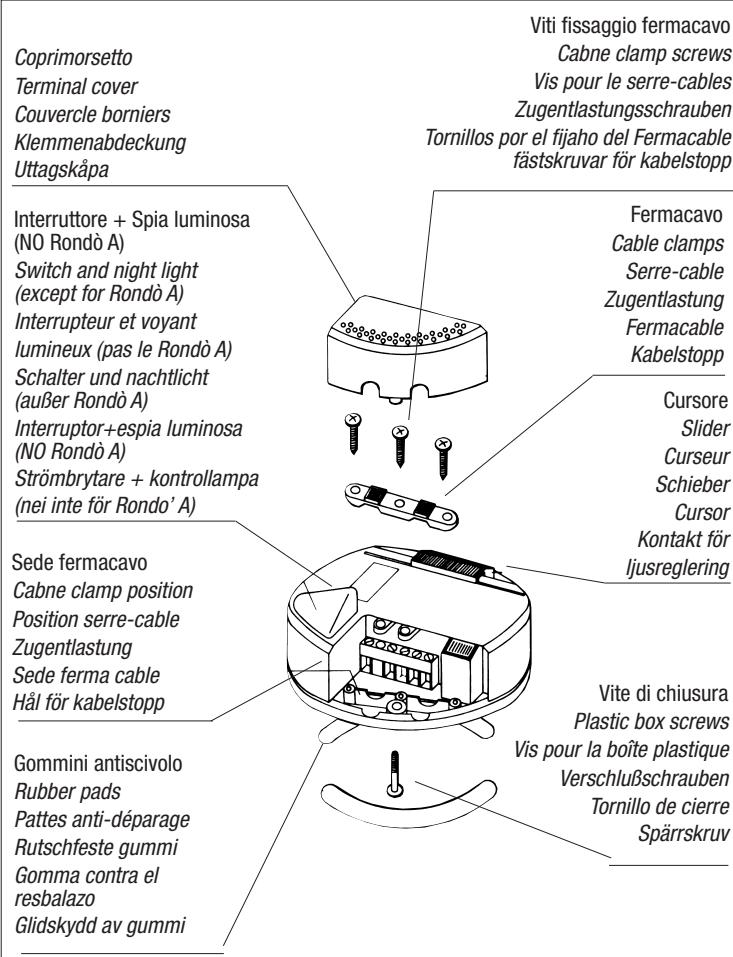

Fig. 1
- Fonctionnement 3 fils - une source de lumière (Fig. 1)
Brancher le régulateur, en utilisant éventuellement le fil fourni avec la lampe. Ôter le cache-borne, effectuer le branchement conformément au schéma (Fig. 1 et 2), en utilisant exclusivement des câbles du type H03VV-F 3x0,75 mm² (Ø 6,8 max) et en respectant les mesures de sécurité (le conducteur de terre doit être au moins 8 mm plus long par rapport aux autres). La borne de mise à la terre, qui se trouve dans l'appareil, peut être utilisée comme terre de protection pour la charge (⊕)
- 3-Draht-Betrieb - eine Lichtquelle (Fig. 1)
Der Anschluss des Reglers erfolgt über ein Leuchtenkabel, gegebenenfalls über das an der Lampe vorhandene Kabel. Nehmen Sie den Klemmschutz ab und führen Sie die Verdrahtung laut Schaltplan aus (Abb. 1 und 2). Dabei dürfen ausschließlich Kabel des Typs H03VV-F 3x0,75 mm² (Ø 6,8 max) verwendet werden. Halten Sie die entsprechenden Sicherheitsvorschriften ein (der Erdleiter muss mindestens 8 mm länger sein als sämtliche anderen Kabel). Die Erdleiterklemme am Gerät kann als Lastschutz verwendet werden (⊕).
- Operación de 3 hilos - una fuente de luz (Fig. 1)
El regulador se conecta pasante con el conductor, utilizando eventualmente el que se suministra con la lámpara. Extraer la tapa de los bornes, cablear como se muestra en el esquema, (Fig. 1 y 2), mediante la utilización exclusivamente de cables de tipo H03VV-F 3x0,75 mm² (Ø 6,8 máx.); llevar a cabo esta tarea respetando las normativas de seguridad, (conductor de tierra, por lo menos, 8 mm. más largo que todos los demás). Es posible utilizar el borne de tierra que está presente en el aparato como tierra de protección para la carga.
- 3-wire operation - en ljuskälla (Fig. 1)
Regulatoren kopplas på tråden, eventuellt den som lampan är försedd med. Ta bort polskyddet, dra ledningarna som i schemat (Fig. 1 - 2), uteslutande med sladdar av typen H03VV-F 3x0,75 mm² (Ø 6,8 max) och respektera säkerhetssnormerna (jordkabel minst 8 mm längre än de andra). Jordpolen som finns i apparaten kan användas som jordfeltskydd.